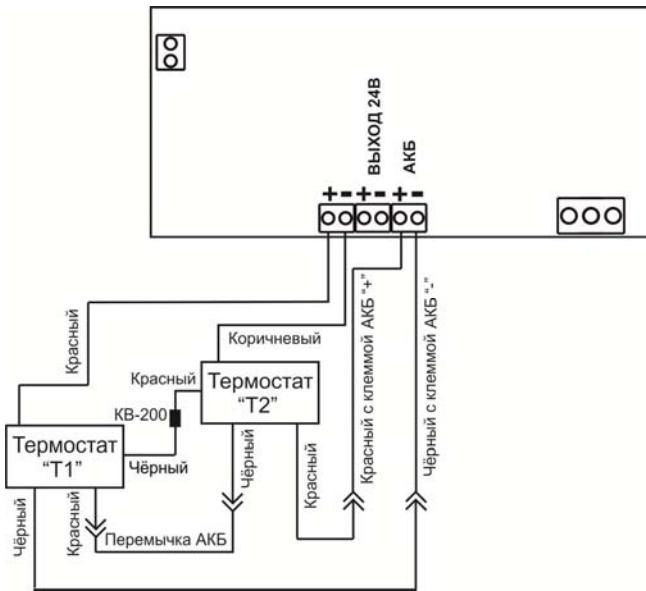
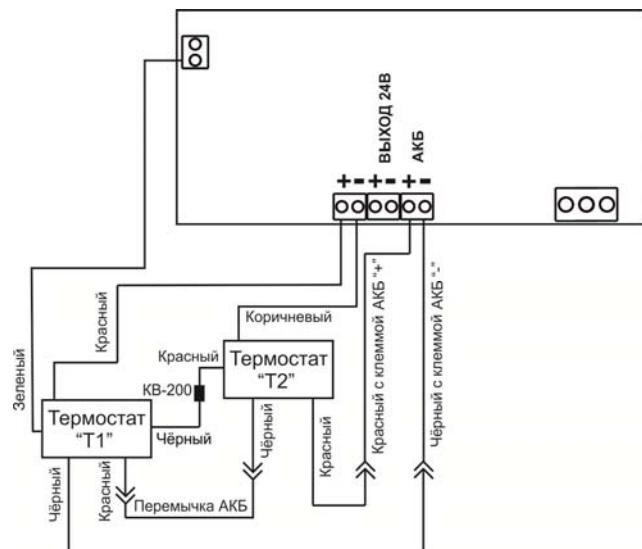

Рисунок 3. **Стандартный** вариант подключения термостата АКБ к источнику
Рисунок 4. **Экономичный** вариант подключения термостата АКБ к источнику
- При эксплуатации источника в условиях низких температур рекомендуется использовать устройство обогрева аккумулятора термостат АКБ -12/7(АКБ -12/12). Подключить термостат по одной из схем рисунок 3 или рисунок 4 Приложения в соответствии с указанной полярностью. При эксплуатации источника без термостатов, подключить АКБ к клеммам «АКБ» с учетом полярности (красный провод – к клемме «плюс» АКБ), положить под АКБ прокладку из пенофола;